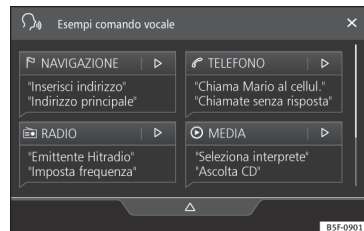

Fig. 148 Sistema di comando vocale: schermata principale
• Attivando il sistema di comando vocale verrà emesso un suono che indica l'inizio del dialogo e comparirà la schermata principale corrispondente, ►► **fig. 148**, (la schermata principale comparirà nel formato selezionato nelle Impostazioni del sistema di comando vocale ►► **pag. 168**). Le indicazioni vocali guideranno attraverso il seguente "dialogo".
Nascondere o mostrare il menu del comando vocale ►► **fig. 148**.
Attivando il comando vocale, viene mostrata la schermata principale » fig. 148 in cui vengono visualizzati gli ambienti in cui funziona il sistema e i comandi principali.